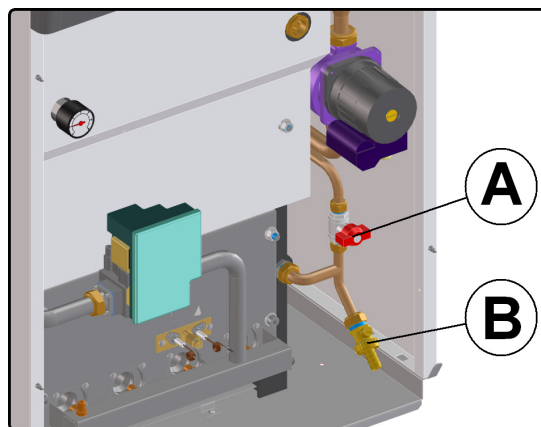

Fig. 3.4
occorre verificare periodicamente la pressione del circuito di riscaldamento sul manometro, ed eventualmente provvedere al corretto riempimento. Per fare un corretto riempimento disinserire l'apparecchio dalla rete elettrica agendo sull'interruttore bipolare previsto sull'impianto, aprire il pannello frontale della carrozzeria (2), aprire il rubinetto di riempimento (A in fig. 3.4), e contemporaneamente verificare la pressione del circuito riscaldamento sul manometro. Ad operazione effettuata richiudere il rubinetto di riempimento.
it is necessary to check on the gauge, at regular intervals, the pressure in the central heating circuit and fill-up correctly if required. For a correctly filling-up, disconnect the unit from the mains via the bipolar switch, open the front body panel (2), turn the fill-up cock on (A in fig. 3.4) and simultaneously check on the gauge the pressure in the central heating circuit. Once this has been done turn the fill-up cock off.
Para un correcto llenado desconectar el aparato de la red eléctrica actuando sobre el interruptor bipolar dispuesto en la instalación, abrir el panel frontal de la carcasa (2), abrir el grifo de llenado (A en la fig. 3.4), y comprobar al mismo tiempo la presión del circuito de calefacción en el manómetro. Una vez llevada a cabo esta operación, cerrar el grifo de llenado.
controllare che il rubinetto di riempimento (A in fig. 3.4) sia ben chiuso. Controllare sul manometro (vedi fig. 2.1) che la pressione del circuito di riscaldamento non sia prossima a 3 bar; in tal caso un innalzamento della temperatura del circuito può provocare l'apertura della valvola di sicurezza.
check that the fill-up cock (A in fig. 3.4) has been turned off. Check on the gauge (see fig. 2.1) that the pressure in the central heating circuit is nowhere near 3 bar; if it is a rise in temperature of the circuit could cause the safety valve to open.
controlar que el grifo de llenado (A en la fig. 3.4) está debidamente cerrado. Controlar en el manómetro (véase fig. 2.1) que la presión del circuito de calefacción no es de cerca de 3 bar; en tal caso la subida de la temperatura del circuito podría producir la apertura de la válvula de seguridad.